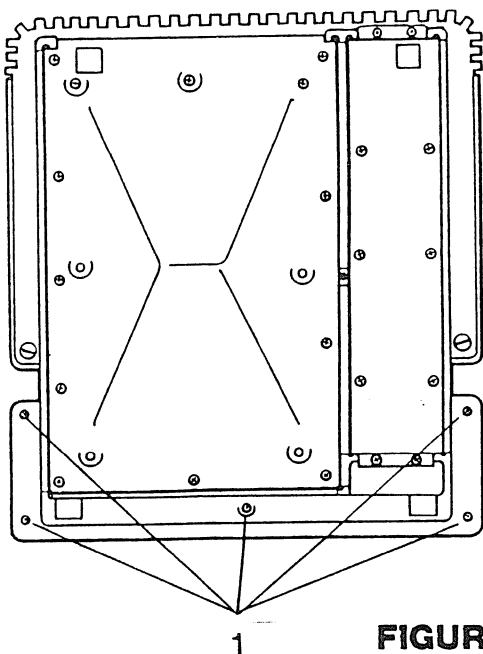

FIGURE 8
3. Retirer les cinq vis de fixation du couvercle du clavier. (Voir la figure 8, No 1).